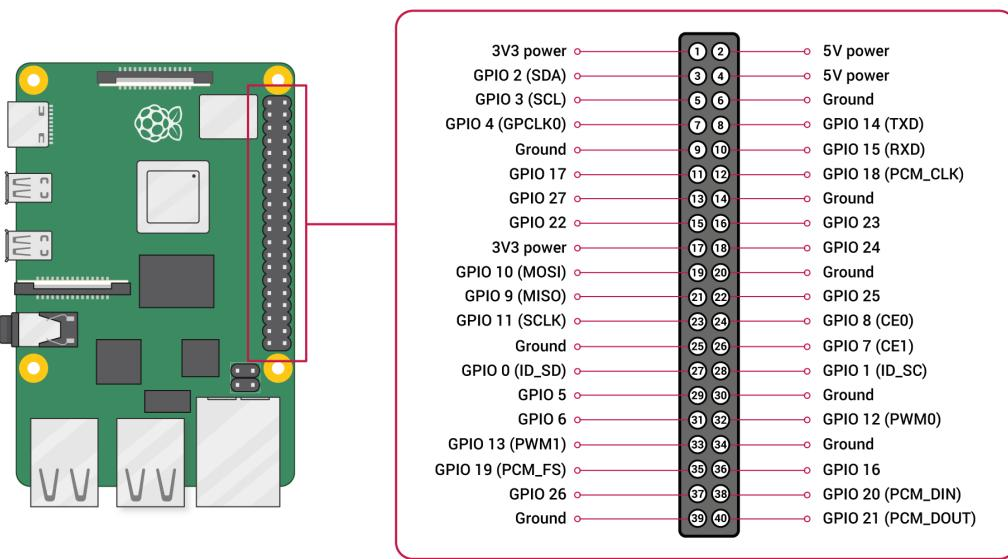

Figure A.1.6.1:
A.1.6. Connect the rpi tx (pin 8) and rx (pin 10). See Fig. A.1.6.1